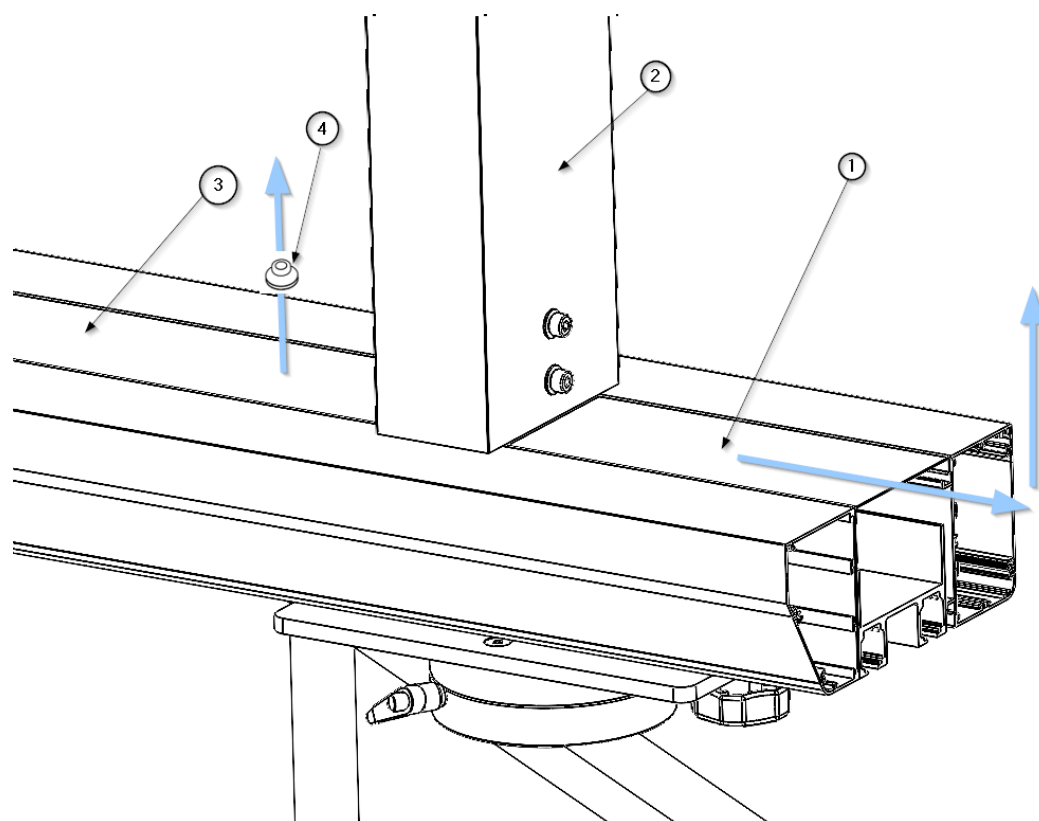

Fig. 10 Démontage des couvercles du corps principal
- Déplacez maintenant les couvercles supérieurs du corps principal (1) les plus proches des côtés de pression avec vos mains, en les déplaçant d'abord en direction du corps principal et, une fois que le tuyau de descente (2) a été sauvegardé, en les tirant vers le haut. Voir la figure 10.